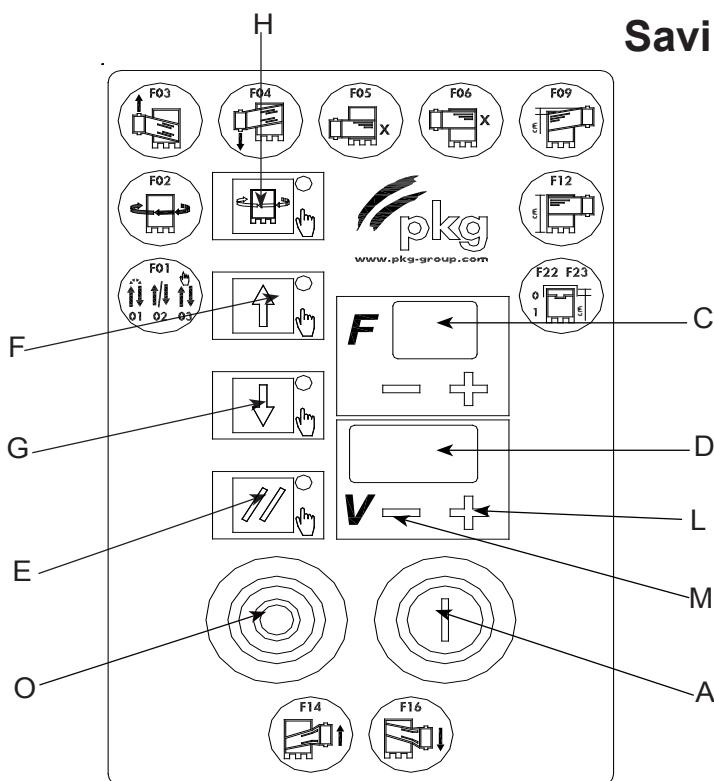

Fig. 5.5
- premere il pulsante **START (A)** (Fig. 5.5);
- appuyer sur le bouton-poussoir **START (A)** (Fig. 5.5);